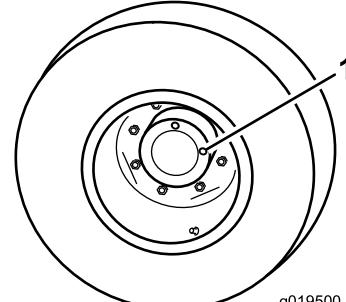

Figura 38
1. Con la máquina en una superficie nivelada, coloque la rueda con un tapón de verificación (Figura 38) en la posición de las 12 y el otro en la posición de las 3.
1. Tapón de verificación/drenaje (2)
2. Retire el tapón de la posición de las 3 (Figura 38). El aceite debe llegar a la parte inferior del orificio del tapón de verificación.